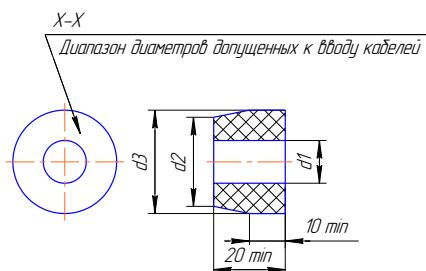

Рисунок 4. Чертеж средств взрывозащиты (продолжение). Кабельный ввод.
- кабельные вводы (см. рисунок 4) выполнены в соответствии с требованиями ГОСТ 31610.0, ГОСТ IEC 60079-1. Клапан должен применяться с кабельными вводами завода изготовителя или с другими кабельными вводами, которые обеспечивают защиту вида взрывонепроницаемая оболочка "d" уровень взрывозащиты 1, подгруппу IIC и степень защиты оболочки не ниже IP66. Кабельные вводы должны иметь температурный диапазон от минус 50 до плюс 60 °C для обычного исполнения привода и от минус 60 до плюс 60°C для привода исполнения ХЛ;